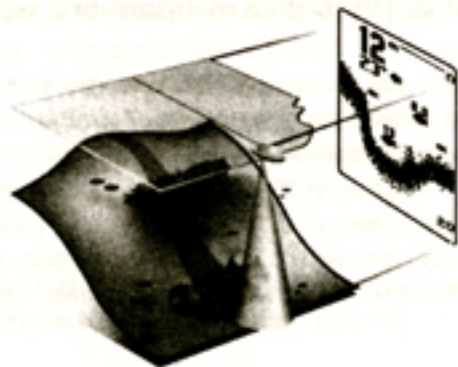

Рис. 14.
5. Придавите датчик к выбранному месту и слегка пошевелите из стороны в сторону, чтобы наверняка удалить все воздушные пузырьки между датчиком и поверхностью крепления (рис. 14).